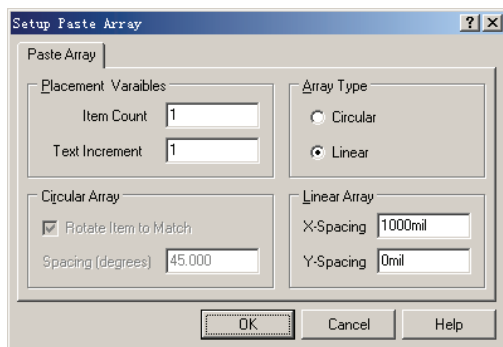

图 6-59 “Setup Paste Array” 对话框
3) 当设置了粘贴方式后，就可以单击“Paste”按钮直接将对象粘贴到目标位置，也可以单击“Paste Array”按钮，进行阵列粘贴对象。如果采用阵列粘贴对象，则系统将会弹出如图 6-59 所示的“Setup Paste Array (阵列式粘贴)”对话框，该功能也可以从“Placement Tools”工具栏单击按钮来执行。